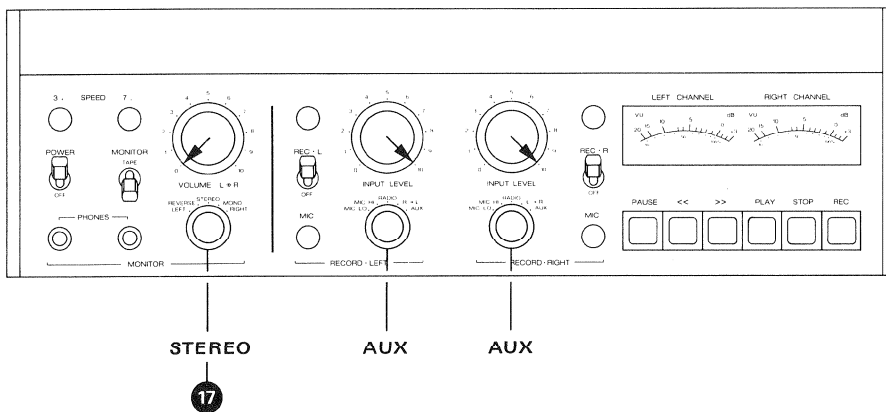

Fig. 6.4.-1
Alle Messwerte an OUTPUT (51) beziehen sich auf voll geöffnete Regler LEVEL (50) (Fig. 6.4.-1).
The signal levels specified for OUTPUT (51) are taken with the controls LEVEL (50) (fig. 6.4.-1) fully open.
Toutes les valeurs mesurées à la sortie OUTPUT (51) au réglage maximum des potentiomètres LEVEL (50) (fig. 6.4.-1).
- Bedienungselemente nach Fig. 6.4.-1 einstellen.
- NF-Millivoltmeter an Ausgang OUTPUT (51) anschließen (Regler LEVEL (50) voll geöffnet).
- NF-Generator an Anschluss AUX INPUT (48) parallel anschließen. Generatorpegel bei 1000 Hz so einstellen, dass sich am NF-Millivoltmeter eine Spannung von 0,775 V einstellt. Für diese Spannung wird ein Eingangspegel von ca. 20 mV benötigt.